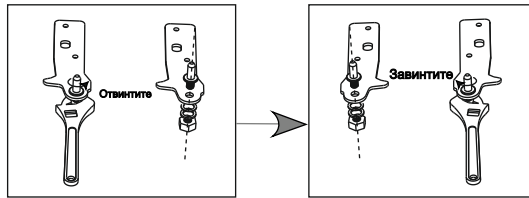

Рисунок 14
7. Отвинтите и снимите штырь нижней петли, разверните кронштейн и вставьте его на место (рис. 14).